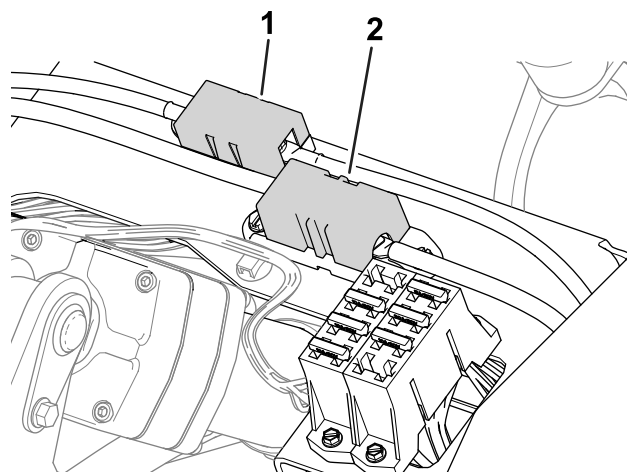

Figura 60
- Los fusibles del generador (100 A) y el motor de la rueda derecha (60 A) están situados debajo del asiento (Figura 60).